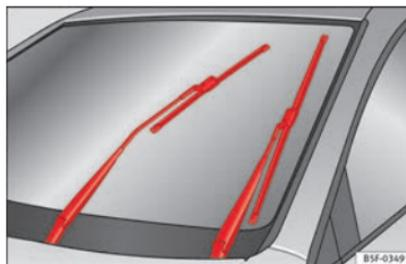

Fig. 71 Essuie-glace en position d'entretien.
- Connectez puis coupez le contact d'allumage puis (après environ 9 secondes), déplacez le levier des essuie-glaces vers le bas (bailayage bref). Les balais se déplacent à la position de maintenance »» fig. 71.